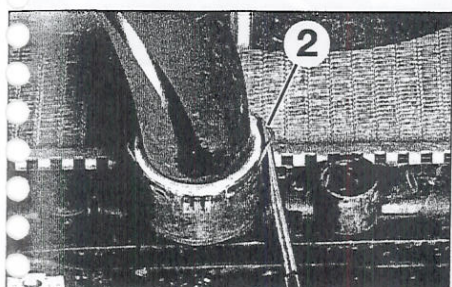

FIGURA 1-14
- Desconectar el manguito inferior (2) del radiador (racor rápido de tipo Conrad) (figura 1-14).